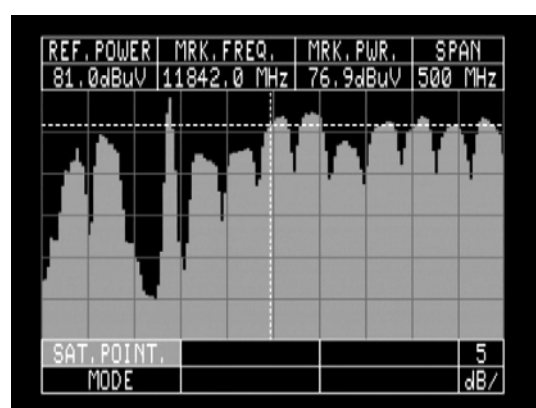

**Fig.1** Bruit LNB sans porteuse
- g) Maintenant la fonction SAT POINT a automatiquement configuré le spectre SATELLITE pour faciliter le pointage de la parabole, sans avoir à utiliser d'autres touches du mesureur. Voir fig1